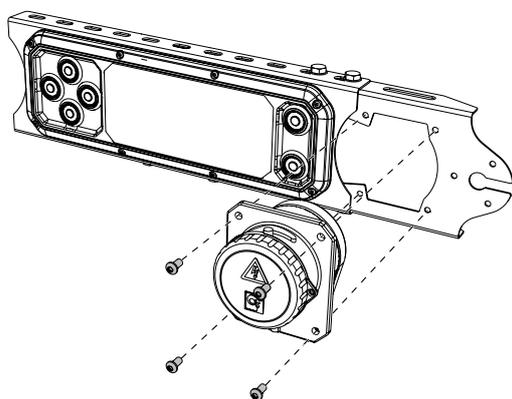
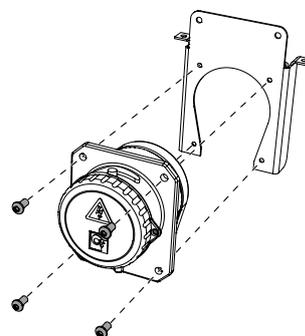

Figura 64. Montaje del interruptor principal junto al dispositivo de mando CD 19
Figura 65. Montaje del interruptor principal en un soporte universal
1. Montar el interruptor principal en el soporte junto al dispositivo de mando CD 19 o en cualquier lugar bien protegido con un soporte universal, véase Figura 64 y Figura 65.